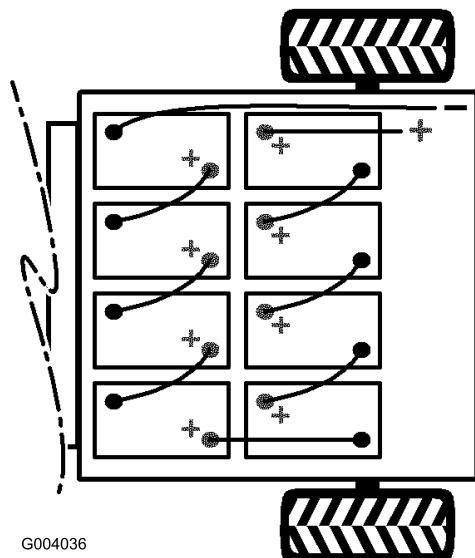

図 6
4. バッテリーは 図 6 のように配置する。
注 バッテリーを新しく積み込む場合には、極性に十分注意してください (図 6)。
- マイナスのメイン・ケーブル（黒）でバッテリーを車両に接続する（図 6）。
- 図 6 に示すように、付属部品に入っているバッテリー・ケーブルで、バッテリーを相互に接続する。ケーブルが、鋭利な金属部などに触れないよう、注意すること。
- ボルトを締めつけ、新しいボルト（&ボルト 5_16x3_4）とフランジ・ナット（ナット 5_16;）でクリップのもう一方の側を固定する（図 6）。
- プラスのメイン・ケーブル（赤）でバッテリーを車両に接続する（図 6）。